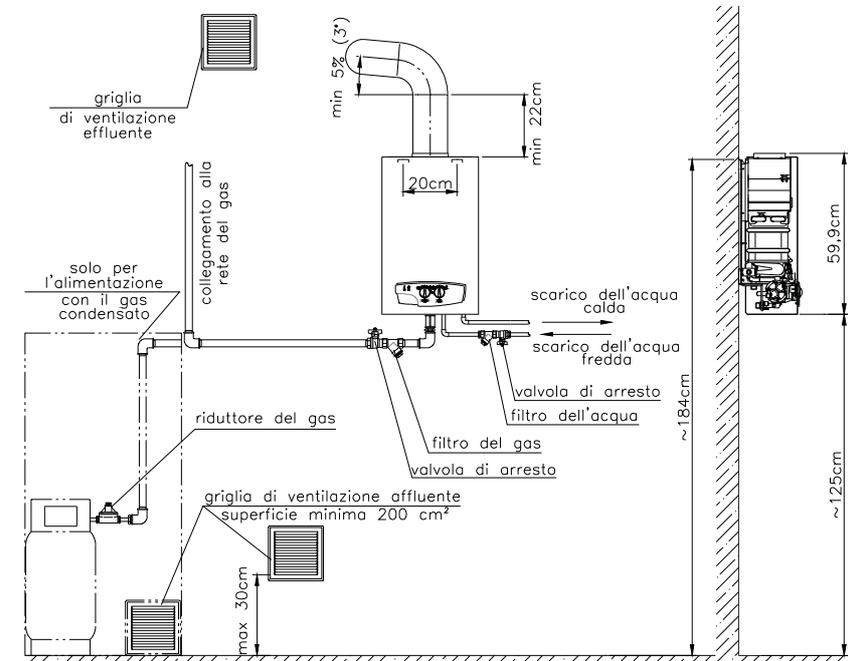

Fig. 3.1.3.1. Schema dell'impianto dell'acqua, gas e scarico dei gas combusti
- Lo scaldabagno deve essere installato il più vicino possibile al condotto scarico fumi individuale, e in un posto non esposto al gelo. Le sezioni trasversali del condotto del camino ed anche del condotto scarico fumi devono essere uguali su tutta la lunghezza. Il condotto scarico fumi deve uscire dall'apparecchio verticalmente (minimo i 220 mm) al primo raccordo a gomito. Il tratto orizzontale che porta al condotto scarico fumi con l'alzata minima del 5% (3° circa) non deve superare la lunghezza di 2m (Fig. 3.1.3.1). La lunghezza del condotto scarico fumi deve essere non inferiore a 2 m. La superficie interna del condotto scarico fumi e del condotto fumi deve essere resistente a loro interazione distruttiva.
- Il collegamento dello scaldabagno al condotto scarico fumi deve essere effettuato da personale tecnico qualificato Fig. 3.1.3.1.